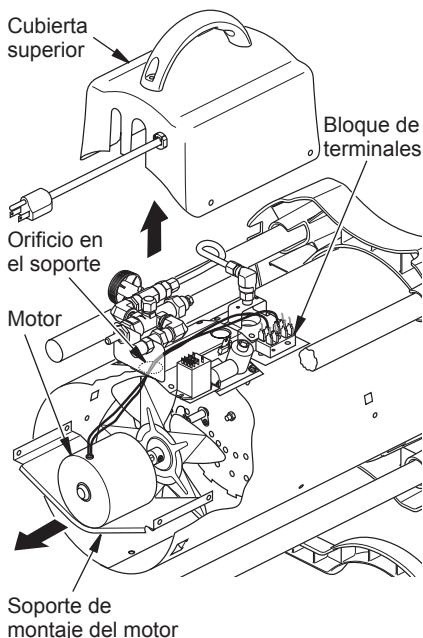

Figura 7 - Desmontaje del ventilador y motor
19. Pase los cables del motor a través del orificio en la parte inferior de la cubierta (consulte la figura 7, en la página 8).
20. Vuelva a conectar los cables a los mismos postes en el bloque de terminales como fueron desconectados en el paso 3, en la página 8 (consulte la figura 7, en la página 8).